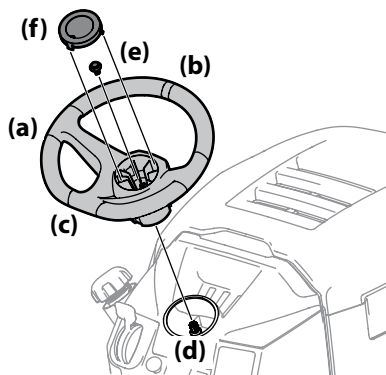

Figura 2-16
1. Con las ruedas del tractor apuntando recto hacia adelante, alinee el volante (a) usando la línea central (b) de la parte delantera del volante (a) que apunta hacia adelante y la sección plana del volante (c) orientada hacia el asiento, coloque el volante (a) sobre el árbol de la dirección (d). Vea la Figura 2-16.